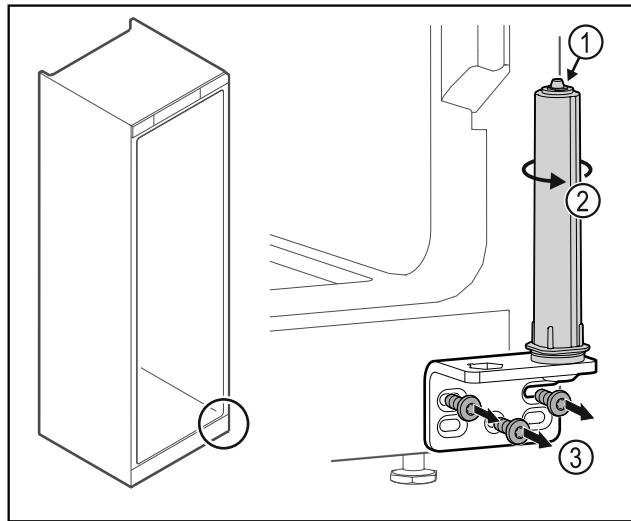

Fig. 34
- Ne rastavljajte sustav zatvaranja vrata Fig. 34 (1).
- ▶ Okrećite sustav zatvaranja Fig. 34 (2) dok ne klikne.
- ▶ Odvignite kutne šarke Fig. 34 (3).